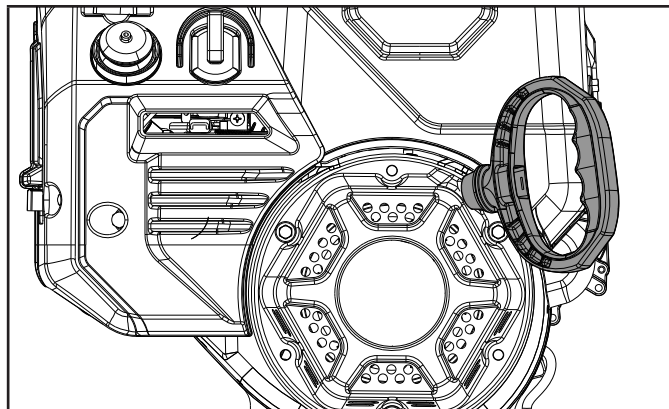

Figure 18
4. Placez-vous à l'arrière et à droite de l'appareil, tirez légèrement sur la poignée du démarreur jusqu'à ce que vous sentiez une résistance, puis tirez vigoureusement. Ramenez doucement la poignée du démarreur. (fig. 18)